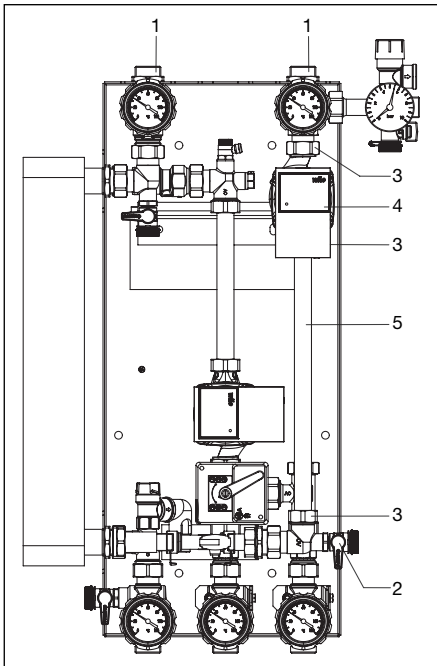

Abb. 5.1 Bauteile Solarkreis ausbauen
1. Vorhandene Bauteile Solarkreis ausbauen (Abb. 5.1)